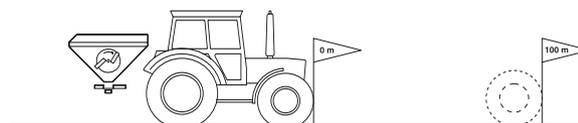

Fig. 13
1. Auf dem Feld eine Messstrecke von exakt 100 m abmessen. Anfangs- und Endpunkt der Messstrecke markieren (Fig. 13).